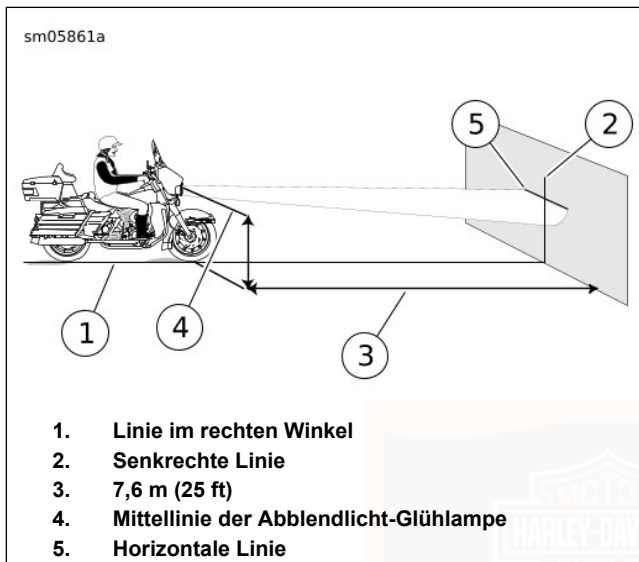

Abbildung 88. Scheinwerferausrichtung: LED (typisch)
4. Siehe Abbildung 88. Das Motorrad auf einer Linie (1) im rechten Winkel zur Wand parken.
6. Eine senkrechte, auf Linie (1) ausgerichtete Mittellinie (2) an der Wand anzeichnen.
7. Bei beladenem Motorrad das Vorderrad gerade nach vorne auf die Wand ausrichten. Den Abstand (4) vom Boden zur Mittellinie der Glühlampe messen:
8. Durch die vertikale Linie eine horizontale Linie (5) ziehen.
- a. **LED, rahmenmontierte Verkleidung:** Siehe Abbildung 88. 53,3 mm (2,1 in) niedriger als die gemessene Entfernung.
- b. **LED, alle anderen:** Siehe Abbildung 88. Bei gemessenem Abstand.
- b. **LED, alle anderen:** Siehe Abbildung 88. Mit dem Scheinwerfer auf **Abblendlicht** geschaltet liegt der obere Rand des Brennpunkts des Leuchtmittels auf der Markierung.